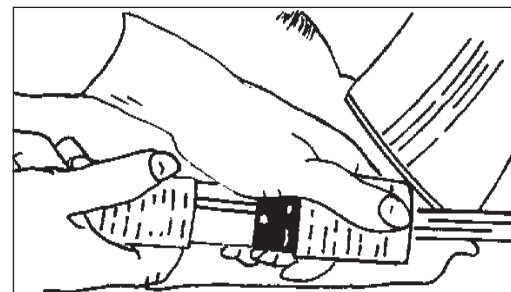

Figure 5
2. Vérifier que le commutateur de commande est sur "OFF". En position "OFF", le commutateur est tourné vers l'opérateur. Voir les marquages sur le commutateur. Raccorder le câble d'alimentation au câble électrique du moteur. (Figure 5)